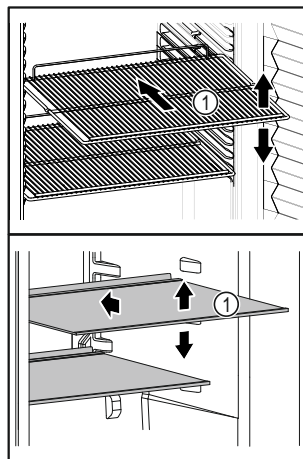

Fig. 22 Príklad zobrazenia
- ❑ Ak sa dajú odkladacie plochy Fig. 22 (1) premiestniť, prispôbte odkladacie plochy podľa výšky.
- ❑ Udržiavajte voľné vetracie štrbiny (2) cirkulačného ventilátora vo vnútornom priestore.